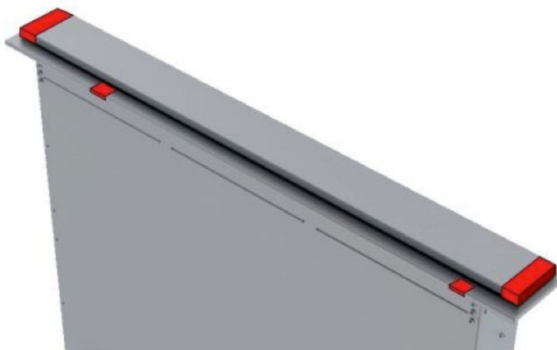

Fig. 1
1. Før installation af emhætten skal du kontrollere, at alle komponenter er ubeskadigede. Hvis der konstateres skader, skal du kontakte din forhandler og undlade at fortsætte installationen. Før installation af emhætten skal sikkerhedsbeslaget, som vist på fig. 1, fjernes.